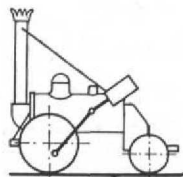

Abb. 1. Lokomotive der Achsfolge A1 („Rockes“).
**Anmerkung:** Die vorstehenden Fahrzeug-Typenskizzen Abb. 1–11 sind nicht maßstäblich gezeichnet und wurden aus Gründen der besseren Verständlichkeit teilweise vereinfacht; sie erheben auch keinen Anspruch auf zeichentechnisch richtige Darstellung.